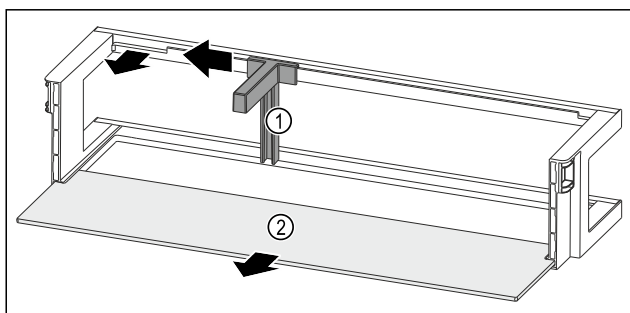

Fig. 203 Balconnet de contre-porte avec range-bouteilles et tablette de rangement
- Pousser le range-bouteilles Fig. 203 (1) sur le côté jusqu'à l'évidement.
- Retirer le range-bouteilles Fig. 203 (1).
- Retirer la tablette de rangement Fig. 203 (2).